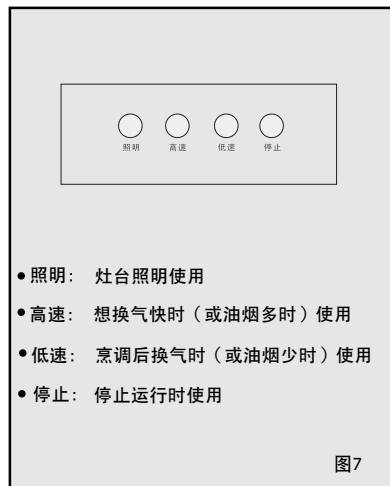

图7
- 5、按下“高速”开关，电机高速运转，按下“低速”开关，电机变为低速运转，可循环进行，按“停止”键一次，电机停止运转（见图7）。